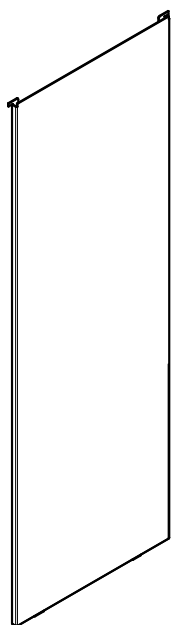
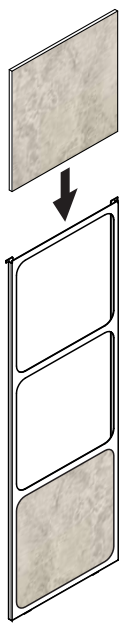

Figure 16.1
Figure 16.2
Votre appareil est expédié avec deux options de côtés, l'une est un panneau latéral complet (**Figure 16.1**) et un panneau latéral à tuiles (**Figure 16.2**). Il y en a deux chacun et il n'y a aucun côté droit ou gauche, ceux-ci pouvant donc être changés à tout moment.
2. Empilez les tuiles incombustibles dans le cadre, comme il est indiqué à la **figure 16.2**.